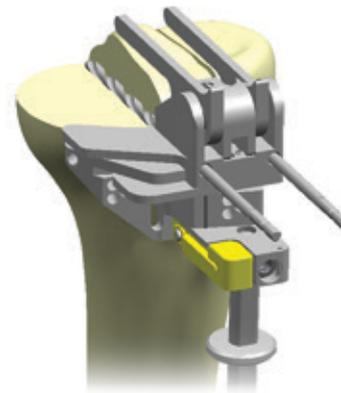

Figura 30
- 1 Con il palpatore di orientamento tibiale bloccato, inserire una fresa o un pin da 3,2 mm (1/8") in ciascuno dei fori di protezione mediale e laterale. Fare attenzione a non sporgere attraverso l'osso corticale posteriore (Figura 30).